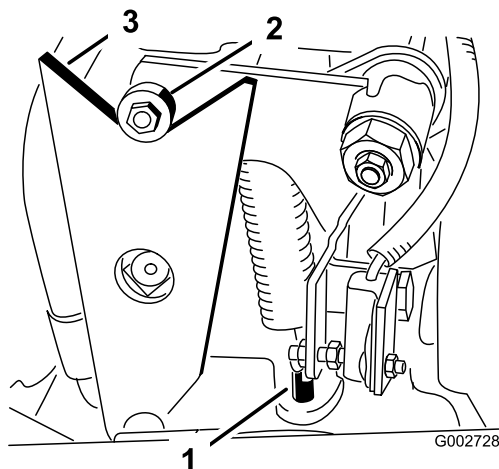

Figure 42
- Si les roues tournent dans le bon sens, arrêtez le moteur et réglez le contre-écrou de la goupille de réglage du ressort (Figure 42). Réglez la position